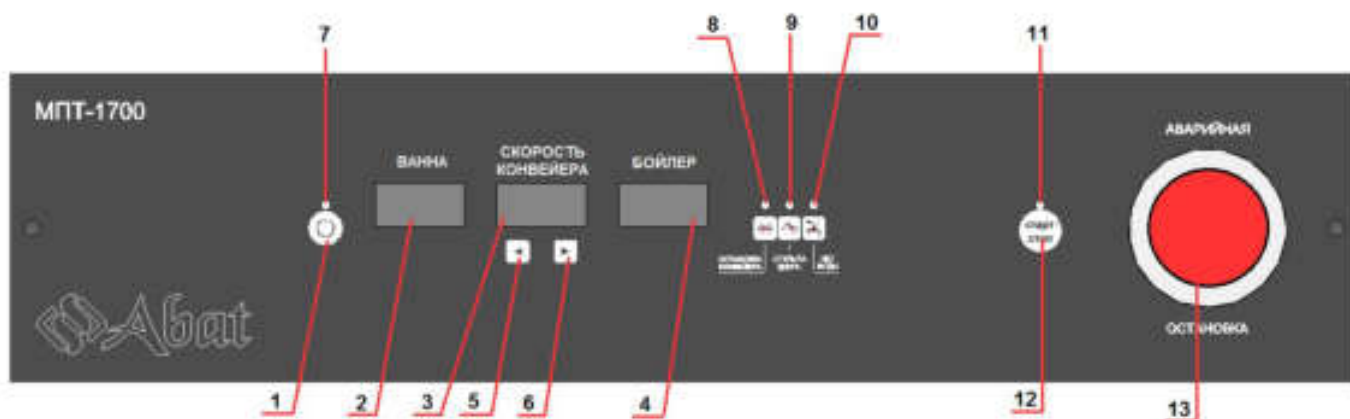
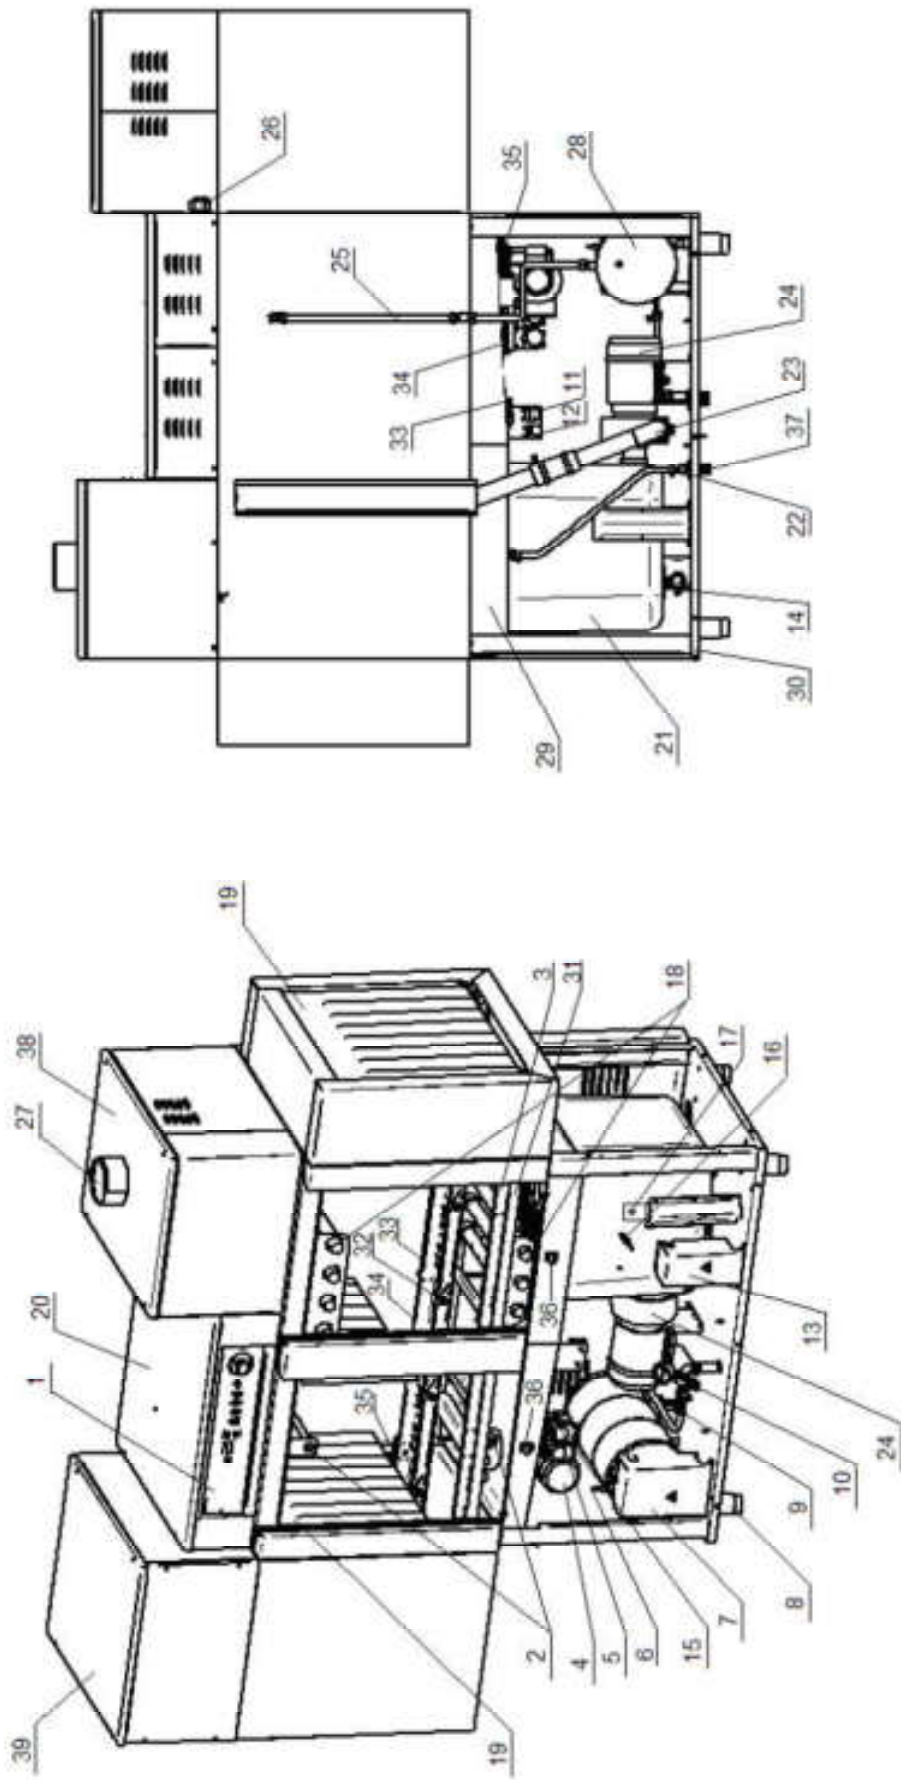

Рис. 2.1 Панель управления машин МПТ-1700, 1700л, 1700-01, 1700-01л
Рис. 3.5 Устройство посудомоечной машины МРТ-2000 (правая)
Устройство машины МПТ-2000 (правая) приведено на рис. 3.5.
На крыше машины установлены панель управления (рис. 2.1, 2.2 и рис. 3.1-3.6, поз. 1), теплообменник (только в МПТ-1700-01, 1700-01л, 2000, 2000л) (рис. 3.3-3.6, поз. 38) и модуль сушки (только в МПТ-2000, 2000л) (рис. 3.5, 3.6, поз. 39).
- семисегментный индикатор «Ванна» (рис. 2.1, 2.2, поз. 2) (далее по тексту – индикатор «Ванна»). Во время работы отображается текущая температура «Ванна»;
- семисегментный индикатор «Скорость конвейера» (рис. 2.1, 2.2, поз. 3) (далее по тексту – индикатор «Скорость конвейера»). Во время работы отображается выбранная скорость конвейера;
- семисегментный индикатор «Бойлер» (рис. 2.1, 2.2, поз. 4) (далее по тексту – индикатор «Бойлер»). Во время работы отображается текущая температура «Бойлера».
- единичный светодиод кнопки «Сеть» (рис. 2.1, 2.2, поз. 7). Светодиод загорается при подаче напряжения на машину. После выхода машины из «дежурного» режима светодиод гаснет.
- единичный светодиод «Остановка конвейера» (рис. 2.1, 2.2, поз. 8). Светодиод загорается при достижении кассеты датчика остановки конвейера (рис. 3.1-3.6, поз. 35);
- единичный светодиод «Открыта дверь» (рис. 2.1, 2.2, поз. 9). Светодиод загорается при открывании двери;
- единичный светодиод «Нет воды» (рис. 2.1, 2.2, поз. 10). Светодиод загорается при отсутствии воды в бойлере и/или ванне;
- единичный светодиод «Старт/Стоп» (рис. 2.1, 2.2, поз. 11). Светодиод загорается при запуске машины в работу;
- единичный светодиод «Сушка» (рис. 2.1, 2.2, поз. 14). Светодиод загорается при включении вентилятора и ТЭНов сушки;
- кнопка «Вкл/Откл» (рис. 2.1, 2.2, поз. 1) – для включения и выключения машины в работу;
- кнопка «Меньше» (рис. 2.1, 2.2, поз. 5) и кнопка «Больше» (рис. 2.1, 2.2, поз. 6). При нажатии и отпускании кнопки значение скорости конвейера изменяется на единицу.
- кнопка «Старт/Стоп» (рис. 2.1, 2.2, поз. 12) – для запуска машины в работу;
- кнопка «Аварийная остановка» (рис. 2.1, 2.2, поз. 13) – для экстренного останова машины;
- кнопка «Сушка» (рис. 2.1, 2.2, поз. 15) служит для включения вентилятора и ТЭНов сушки.
Одновременно с началом заполнения ванны и бойлера водой на панели управления машины включается светодиод «Нет воды» (рис. 2.1, 2.2, поз. 10).
на панели управления над символом загорается светодиод «Открыта дверь» (рис. 2.1, 2.2, поз. 9) - залив воды в ванну через бойлер (ополаскивающие разбрызгиватели) приостанавливается, при этом залив воды в ванну через гусак – не прекращается. После закрытия двери(ей) залив воды в ванну через бойлер продолжается.